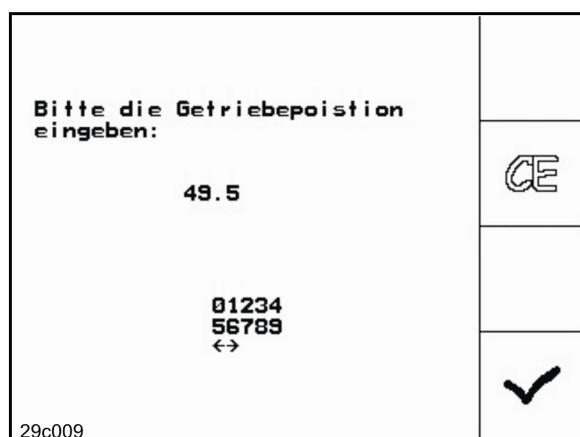

Fig. 78
4. confirmar los ajustes y el valor de la escala que se muestra en la escala de la palanca de la transmisión e introducirlo en la ventana del menú que se abre (Fig. 78).